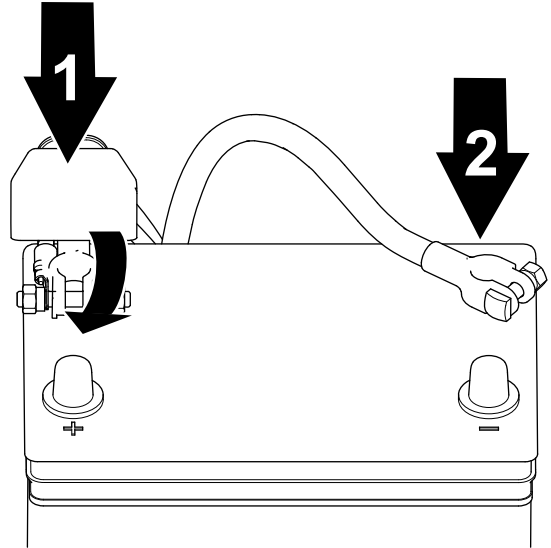

图 41
1. 将正极接线连接到电池拧紧电池夹螺母图 41。
2. 将负极接线连接到电池拧紧电池夹螺母图 41。